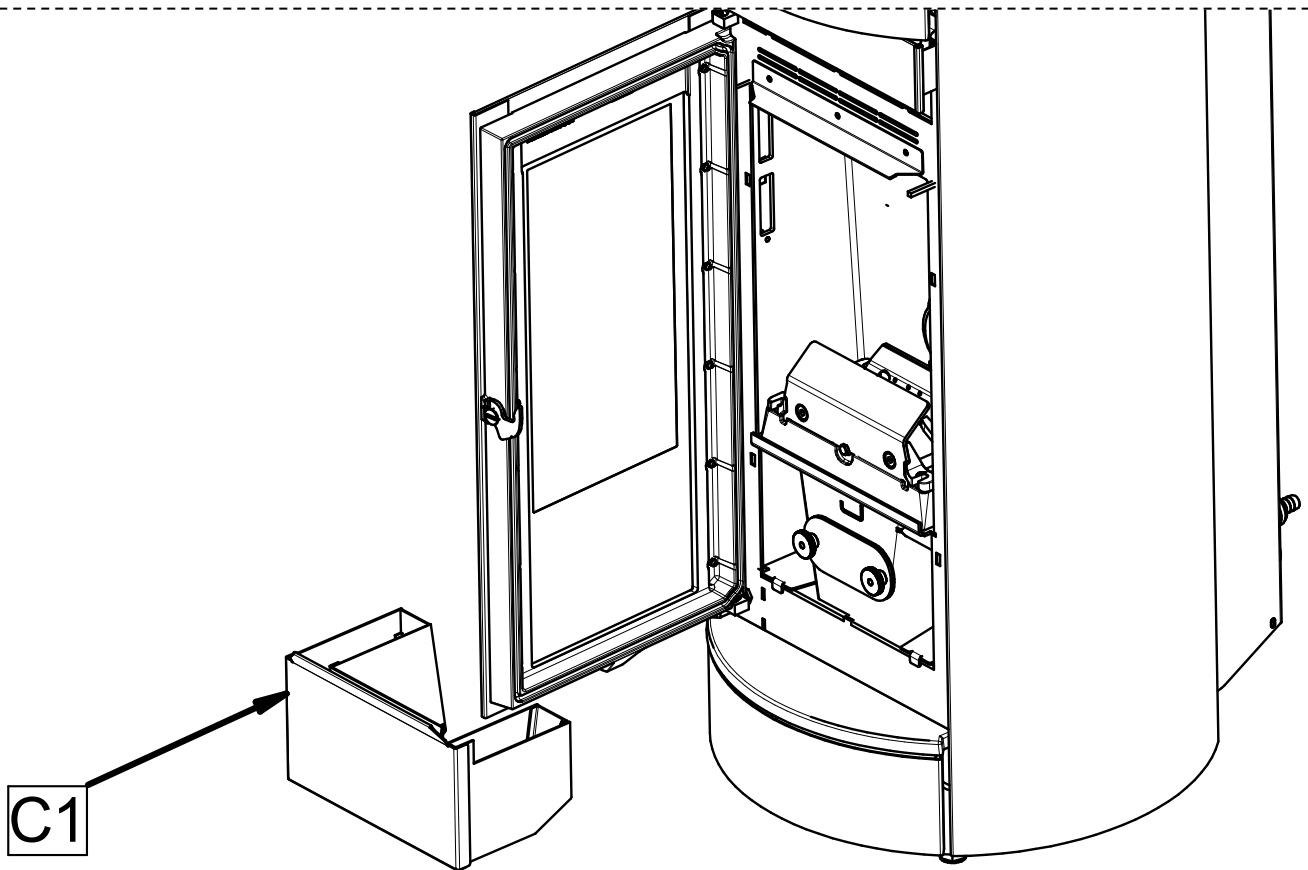

FIGURA 3
- Svuotare la cenere dal cassetto **C1** (Figura 3)